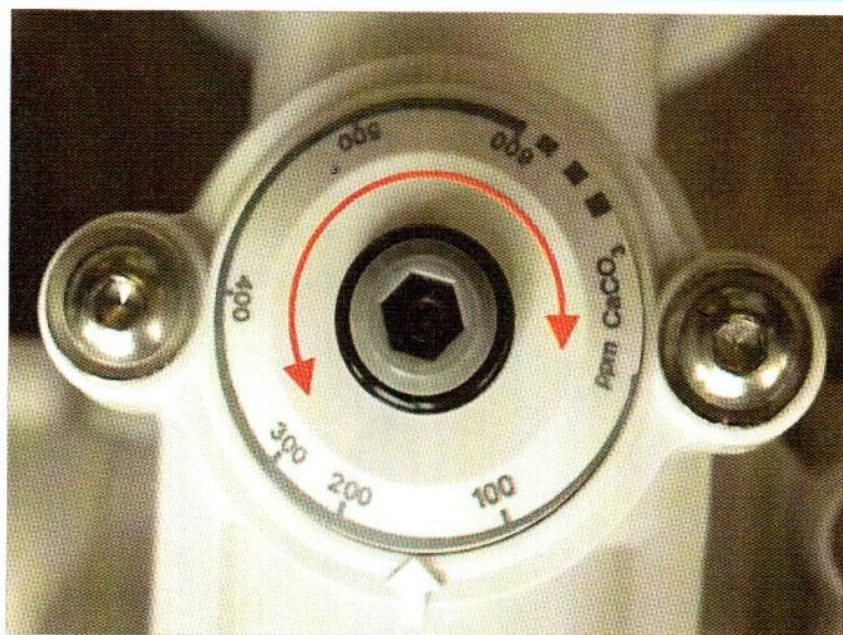

Рис. 13. Регулятор жесткости
4.1 Регулятор жесткости (Рис. 13):